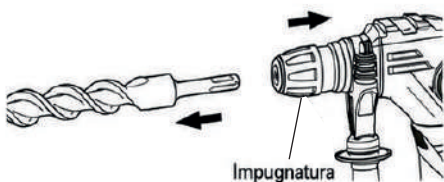

Fig. 3
- (3) Verificare il bloccaggio tirando la punta da trapano.
- (4) Per rimuovere la punta da trapano, tirare completamente indietro l'impugnatura nella direzione della freccia ed estrarre la punta da trapano. (Fig. 3)